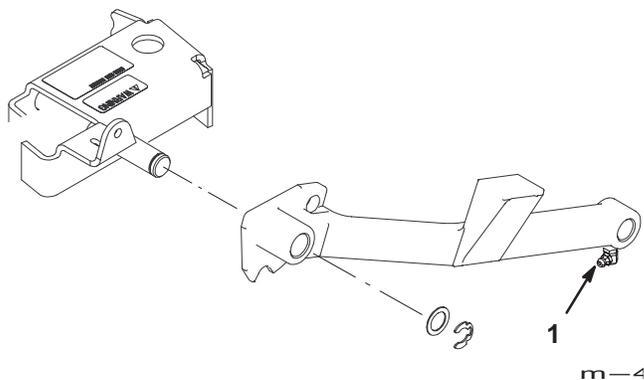

Figure 67
3. Lubrifiez les graisseurs des bras de poussée (Fig. 67).